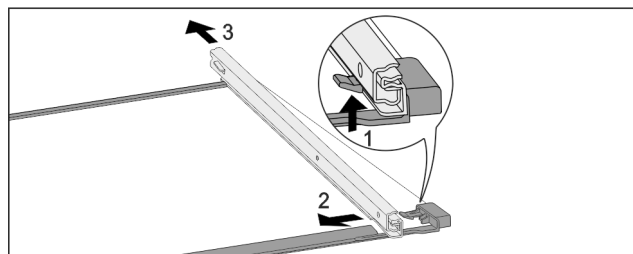

Fig. 241 Skleněná deska s kolejničkami
- Přední aretační háček zatlačte nahoru. Fig. 241 (1)
- Výsuvnou kolejničku vysuňte stranou Fig. 241 (2) a dozadu Fig. 241 (3).